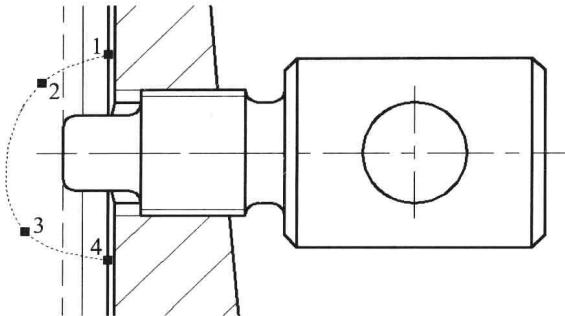

图 6-6-9
(12) 在“绘图”面板中，单击“图案填充”按钮 填 ，打开“图案填充和渐变色”对话框，单击“添加：拾取点”按钮 圆 ，在需要填充的支座右侧区域内单击，按 Enter 键；填充“图案”选择“ANSI31”，“角度”选择 0.00。单击“确定”按钮，图案填充完成。
(13) 单击“绘图”面板名称，展开面板，单击“样条曲线”按钮 \sim ，按快捷键“Ctrl+鼠标右键”，弹出临时捕捉命令菜单，选择“最近点”，捕捉并单击螺杆图形右侧边上的最近点1；依次单击点2、3和4，按三次Enter键，创建样条曲线，如图6-6-9所示。